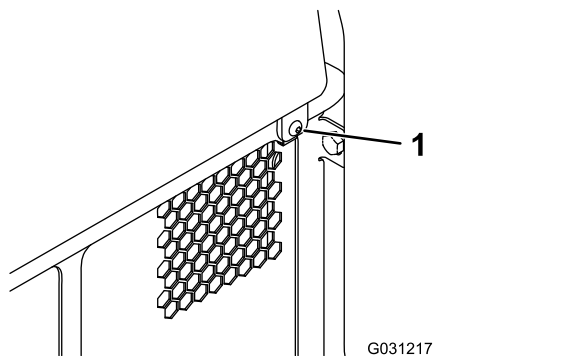

Figure 36
1. Retirez la fixation (Figure 36).
2. Soulevez le couvercle d'accès arrière pour accéder aux composants internes (Figure 36).